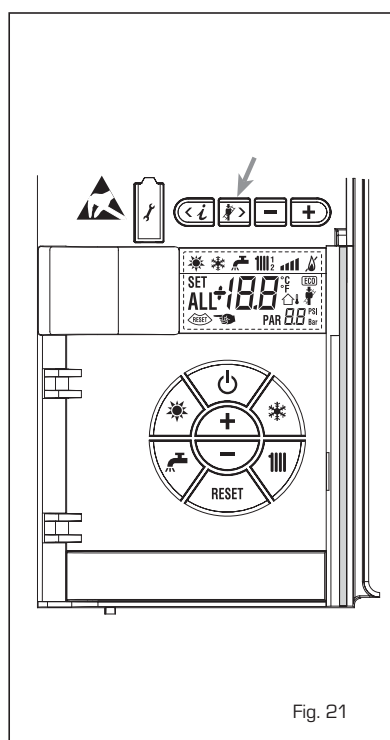

Fig. 21
4.4.2 Función deshollinador (fig. 21)